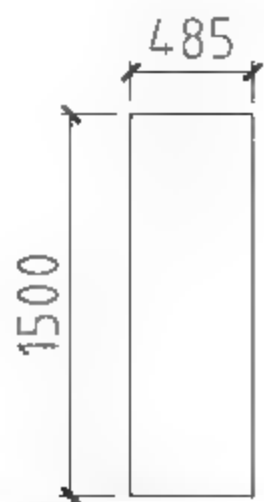

图8-1 绘制矩形
- 01 调用REC【矩形】命令，绘制尺寸为1500×485的矩形，如图8-1所示。